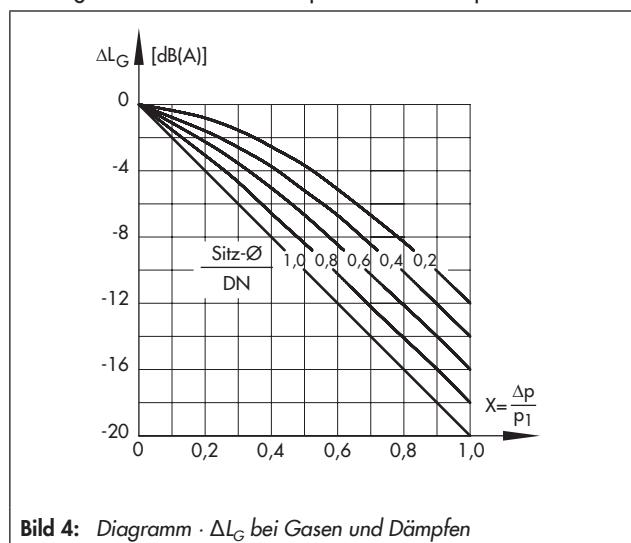

Bild 4: Diagramm · ΔL_G bei Gasen und Dämpfen
- ΔL_G · bei Gasen und Dämpfen: Werte entsprechend Bild 4